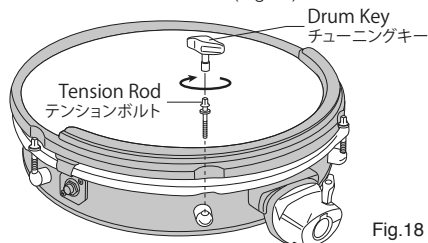

Fig. 18
3. Place the new PUREtouch head on the shell and ensure the logo is aligned with the shell badge. Lower the hoop onto the head and insert a tension rod into each lug starting them by hand. Use the Tuning Key to tension the head (Fig. 18).
新しいヘッドに交換しましたら、再びチューニングキーでテンションボルト（6本）を締めます。その際、対角線上にあるテンションボルトをそれぞれ少しずつ締めながら、全体のテンションを上げてください（Fig.18）。